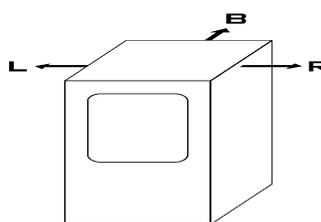

Fig. 11
- In caso di installazione in prossimità di **materiali infiammabili** rispettare scrupolosamente le distanze di sicurezza indicate (fig. 11).